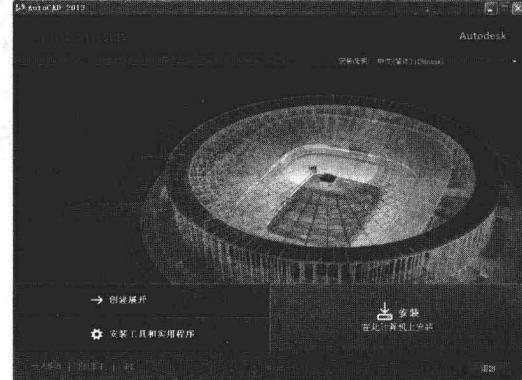

图1-2 安装界面
- (2) 初始化完成之后，安装界面如图1-2所示，单击【安装】按钮，继续进行安装。